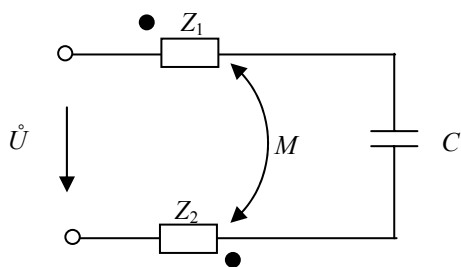

Рис. 2.39
2.3.10. Определить напряжение на емкости  $C = 43$  мкФ, включенной между двумя индуктивно-связанными катушками с параметрам (рис. 2.39):  $R_1 = 10,5$  Ом;  $L_1 = 20$  мГн;  $R_2 = 9,2$  Ом;  $L_2 = 18$  мГн;  $M = 6,5$  мГн. Напряжение 100 В, частота 200 Гц.